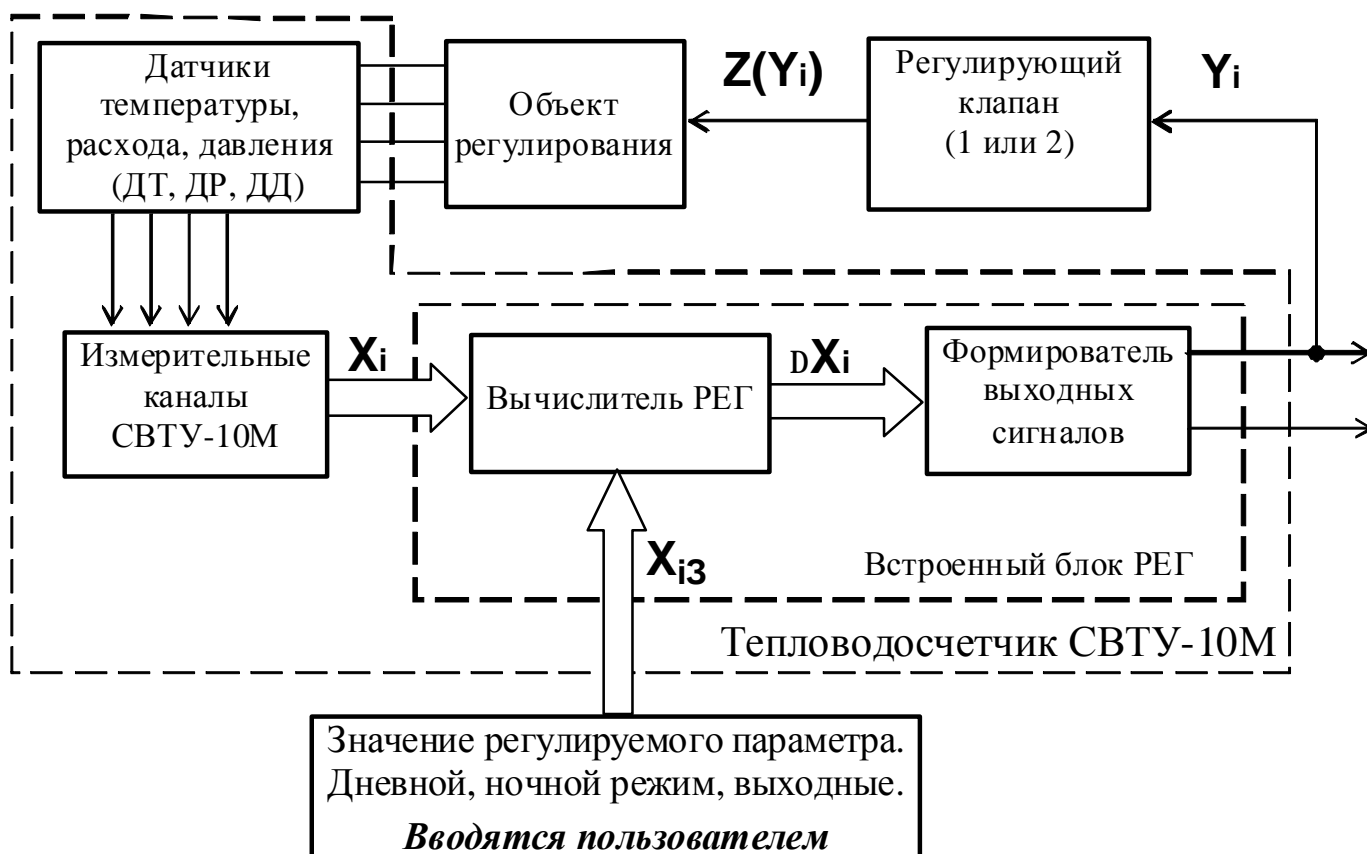

Рис.6.3.
6.5.1. Работа канала блока РЕГ в режиме формирования выходных сигналов Y_i для осуществления регулирования и управления работой регулирующих клапанов поясняется структурной схемой, приведенной на рис.6.3. В качестве отсчетов входного ин-